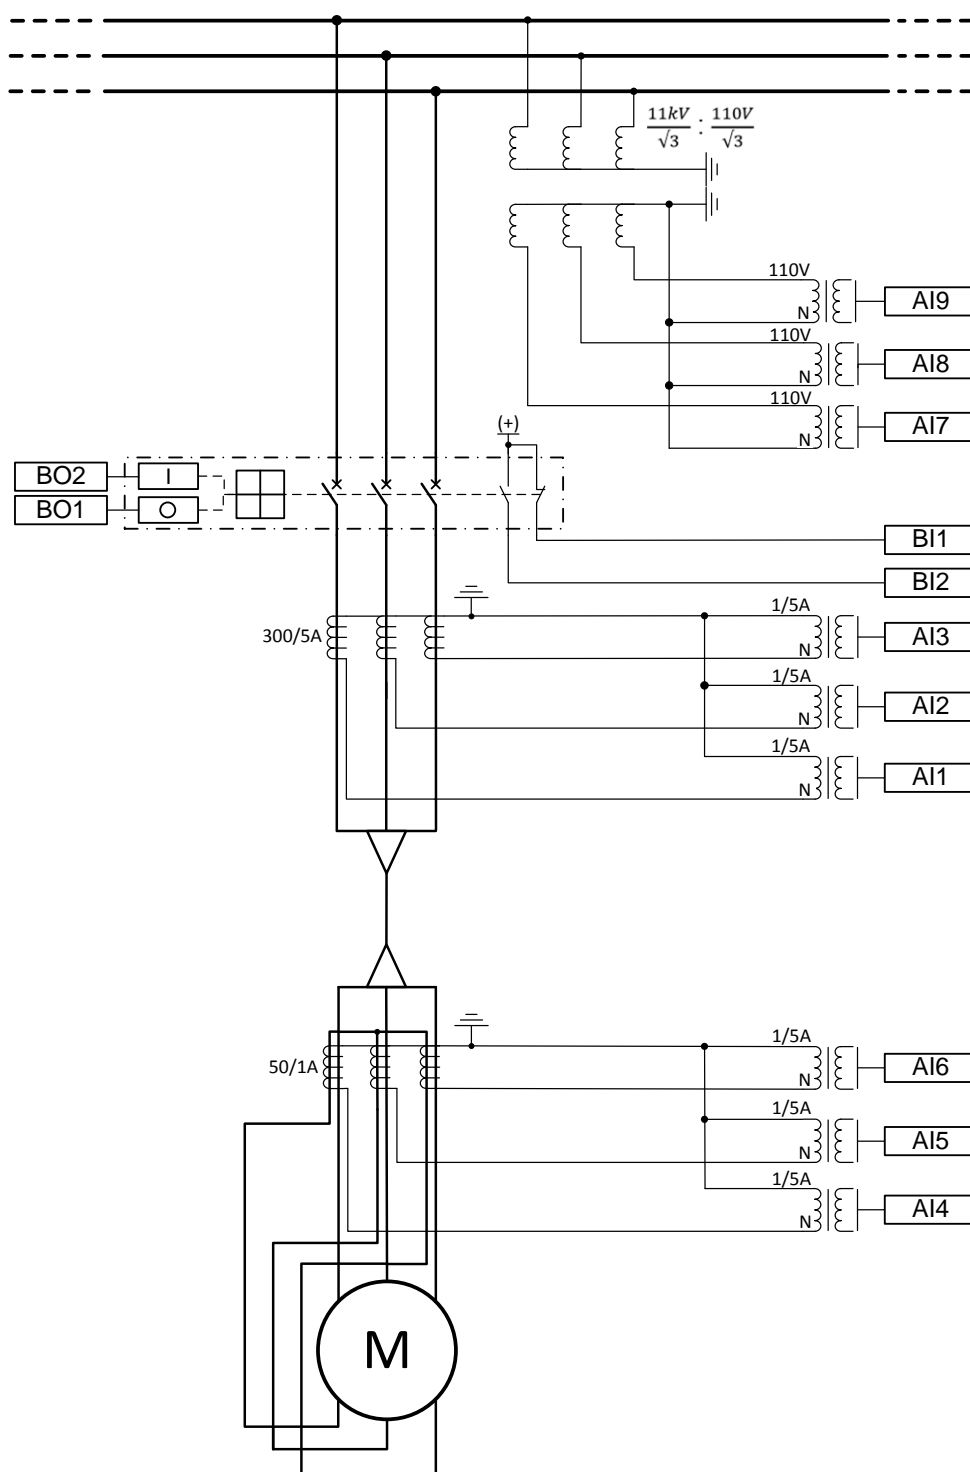

Abb. 106: Relais-Schnittstellen und Strom-/Spannungswandleranschlüsse für den Beispielfall
Abbildung 106 zeigt die Anschlussdetails der Analogeingänge (AI), Binäreingänge (BI) und Binärausgänge (BO) des Relais.